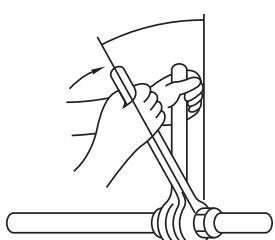

Fig. 4-8
- Applicare una piccola quantità di refrigerante alla superficie di posa della tubazione. (Fig. 4-8)